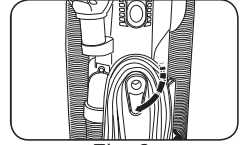

Fig. 2
1. Le crochet de rangement du câble supérieur comprend une fonction de relâchement rapide. Pour libérer le cordon, faites pivoter le crochet vers le bas (Fig. 2).